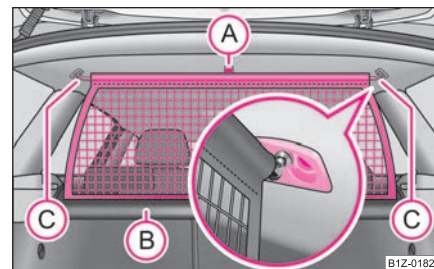

Fig. 87 Desenrollar la red divisoria
- Tire de la barra transversal un poco hacia atrás, primero en un lado y seguidamente en el otro lado, y saque la barra transversal de los alojamientos **C** $\Rightarrow$ página 85, fig. 87.